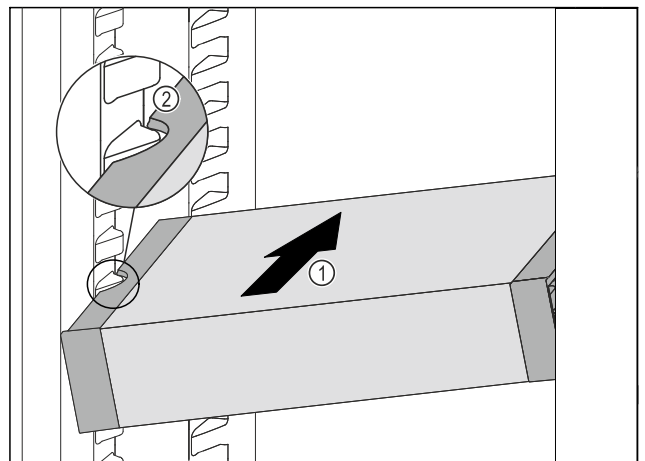

Fig. 116
- ▶ Вставити висувний ящик VarioSafe під кутом в охолоджувальне відділення Fig. 116 (1), доки бокові поглиблення Fig. 116 (2) VarioSafe не будуть розташовуватися на рівні ребра для ємності в охолоджувальному відділенні.